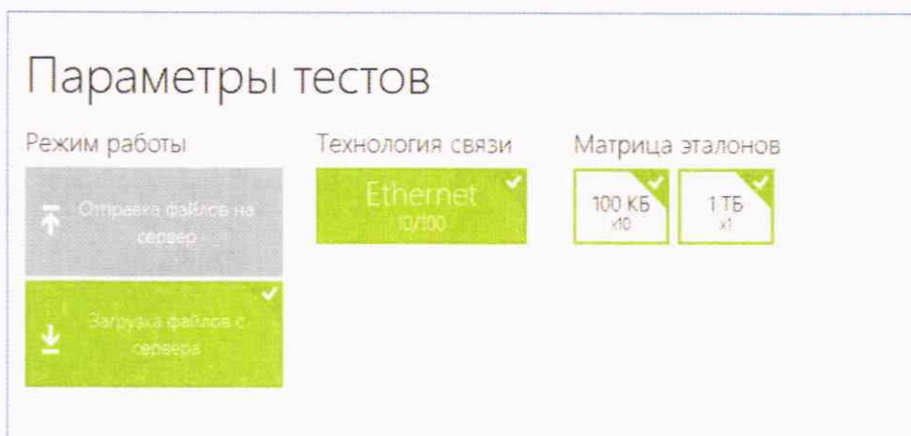
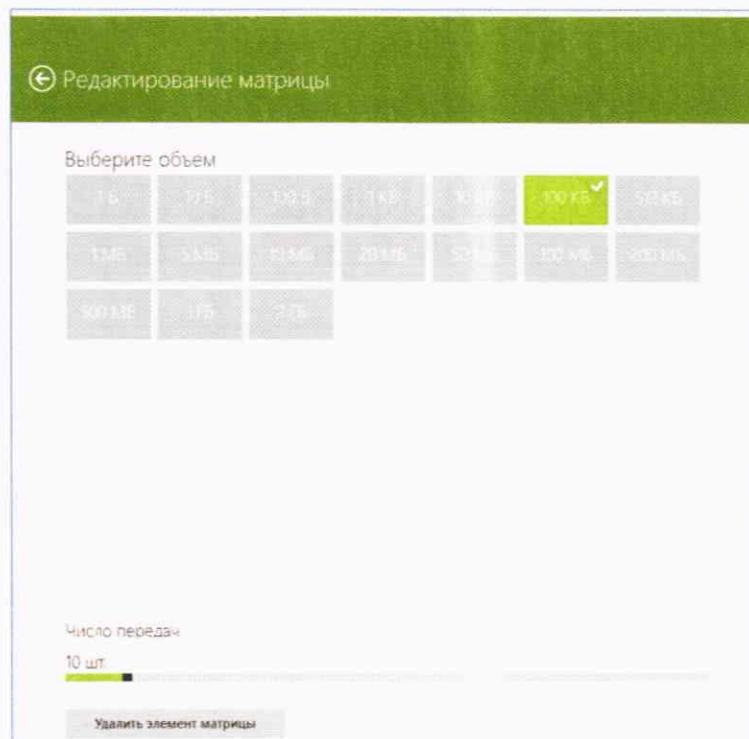

Рисунок 13
Рисунок 14
6.2.1.1 В главном окне программы в столбце “Матрица эталонов” рисунок 13 щелчком правой кнопки манипулятора «мышь» по соответствующему элементу матрицы войти в меню настройки “Редактирование матрицы” для выбора файлов соответствующих объемов и количества передач каждого из них при проведении измерений (рисунок 14).